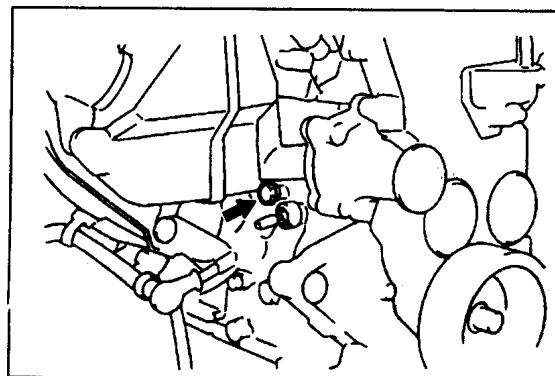

图 8-1
(2) 拆下气缸体的放水阀，排出水套中的冷却液(见图 8-1)；
(3) 拆下冷却液壶，排出冷却液；
(4) 冷却液排出后，从散热器盖注水，清洗冷却液的管路；
(5) 按规定力矩拧紧气缸体放水阀。拧紧力矩： $40 \pm 5 \text{ N} \cdot \text{m}$
(6) 确认散热器的放水螺塞已拧紧；
(7) 安装冷却液壶；
(8) 冷却液加注到散热器口的位置，向冷却液壶中加注冷却液到“F”线；